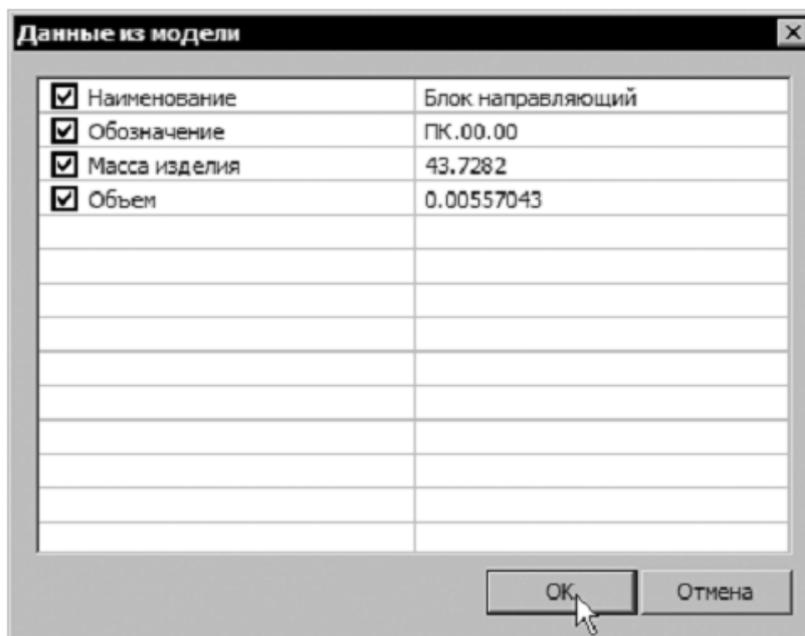

Рисунок 2.
3. На вкладке 3D-модель нажмите кнопку Получить данные с модели и в открывшемся окне (рис. 2) нажмите кнопку ОК.